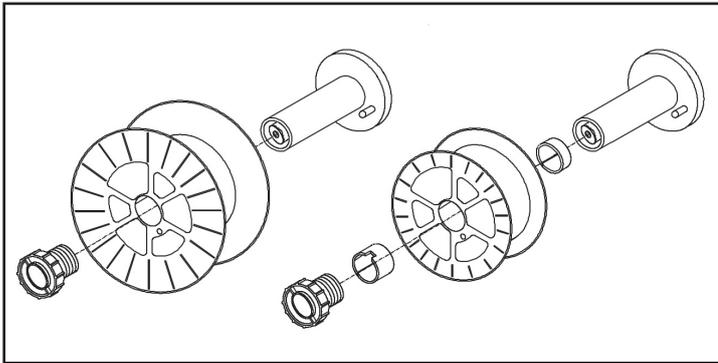

Figura 3 - Caricamento del filo
- Se necessario per il tipo di bobina introdurre i distanziali come indicato nella figura 3.